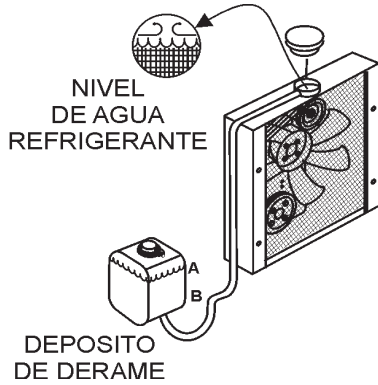

Figura 17. Refrigerante del radiador
1. Retire el tapón del radiador, y revise el nivel del agua de enfriamiento en el interior del radiador (Figura 17).
Visualmente inspeccione el aceite en la caja de lubricación asegurándose que el aceite esté operando en el nivel correcto como se indica en la varilla medidora (Figura 16). Así mismo consulte la calcomanía del nivel de aceite (Figura 17) ajunta a la caja de lubricación.